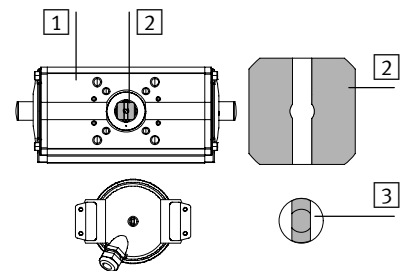

Рис. 5
- Выровнять вал установки датчика конечного положения с помощью подходящего инструмента или муфты таким образом, чтобы обеспечить надлежащее соединение вала установки датчика конечного положения, муфты и вала поворотного привода (см. пример: Рис. 5).